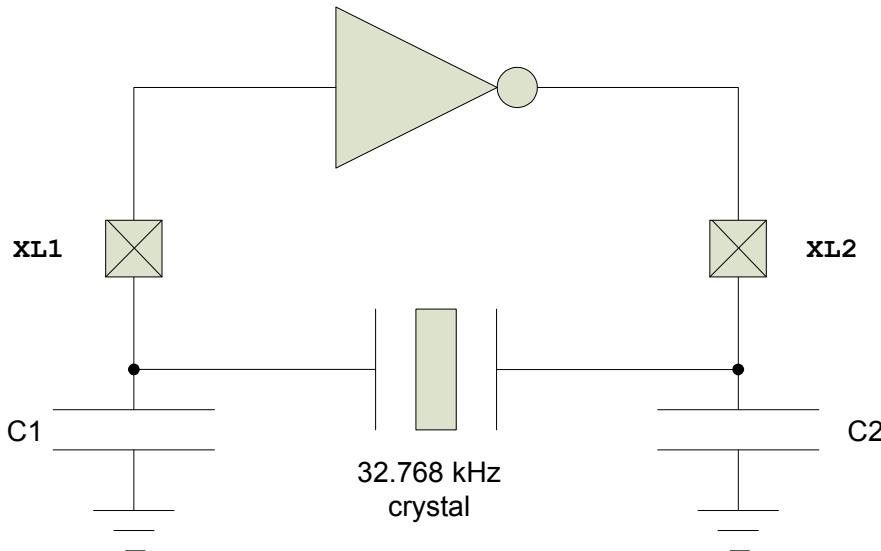

Figure 7 Circuit diagram of the 32.768 kHz crystal oscillator
32.768 kHz 的晶体振荡器专为并联谐振方式下使用石英晶体设计。为得到正确的振荡频率，负载电容必须与晶体数据表中的参数匹配。*Figure 7* 显示晶何时如何连接到 32.768 kHz 的晶体振荡器。